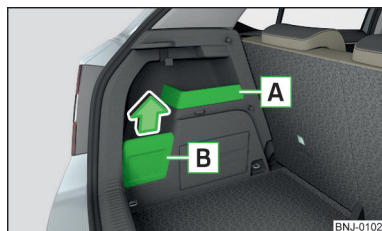

Fig. 99
- Læg den bagage, der hænger på kroge, ind i opbevaringsrummet **B** » Fig. 99 på side 84, hvis det er muligt. Ellers er der risiko for beskadigelse af afdækningen til opbevaringsrummet.
- Hvis du hænger bagage med en vægt på mere end 2,5 kg på kroge, anbefaler vi, at du tager afdækningen til opbevaringsrummet **B** » Fig. 99 på side 84 af, da der ellers er risiko for beskadigelse af afdækningen til opbevaringsrummet.
Opbevaringsrum » Fig. 99
➤ Tag opbevaringsrummets afdækning **B** af i pilens retning » Fig. 99.
Opbevaringsrummet **A** » Fig. 99 er egnet til opbevaring af mindre genstande med en samlet vægt på op til 1,5 kg.